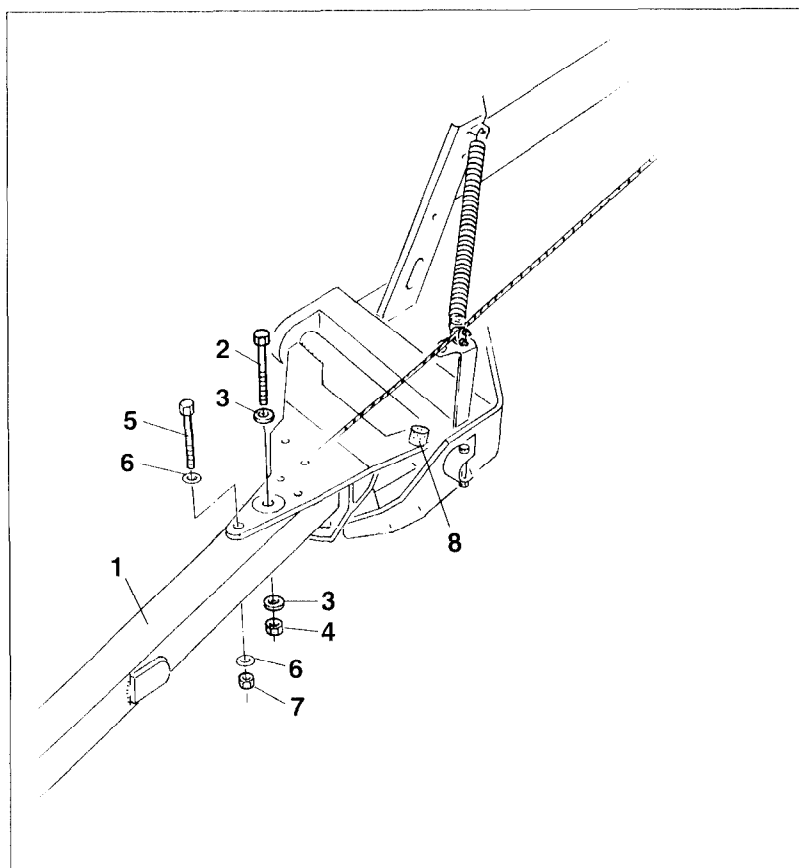
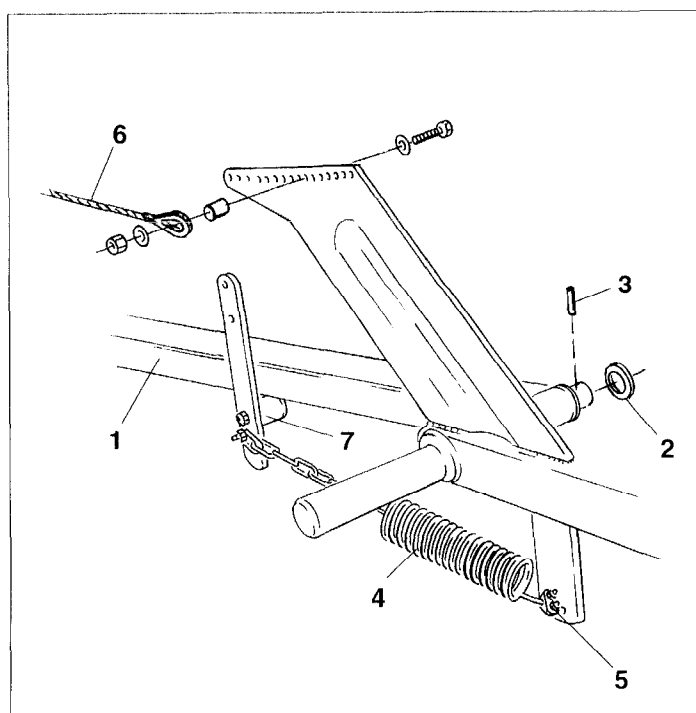

Fig. 10.5
Fig. 10.6
- Spuranreißer-Ausleger (Fig. 10.5/1) anschrauben und zwar mit:
- einer Skt.-Schraube M10 x 110, 8.8 DIN 931 (Fig. 10.5/2),
- zwei Scheiben 10,5 x 30 x 2,5 DIN 9021 (Fig. 10.5/3) und
- einer Sicherungsmutter M10, 8 DIN 980V (Fig. 10.5/4).
- einer Skt.-Schraube M14 x 100, 8.8 DIN 931 (Fig. 10.5/5),
- zwei Spannscheiben 14 DIN 6796 (Fig. 10.5/6) und
- einer Sicherungsmutter M14, 8 DIN 980V (Fig. 10.5/7).
- Spuranreißer-Pendelrohr (Fig. 10.6/1) am Spuranreißer-Ausleger befestigen und mit
- Scheibe 36 x 50 x 2 (Fig. 10.6/2) und
- Spannstift 10 x 50 DIN 1481 (Fig. 10.6/3) sichern.
- Zugfeder (Fig. 10.6/4) mit Kette am Spuranreißer-Pendelrohr anschrauben bzw. mit einer Drahtseilklemme (Fig. 10.6/5) befestigen.
- Drahtseile (Fig. 10.6/6) zum Schaltautomaten an beiden Spuranreißer-Auslegern in der mittleren Bohrung befestigen.
Der Puffer (Fig. 10.5/8) am Spuranreißer-Ausleger und der Puffer (Fig. 10.6/7) am Spuranreißer-Pendelrohr dürfen nicht entfernt werden und muß bei Verschleiß ersetzt werden!